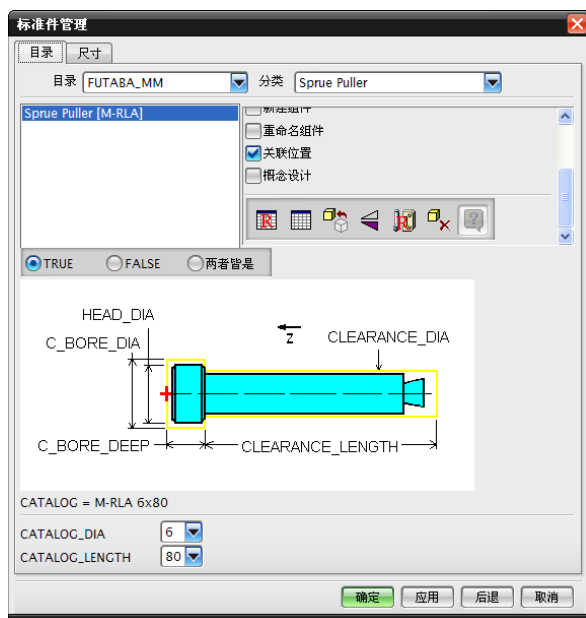
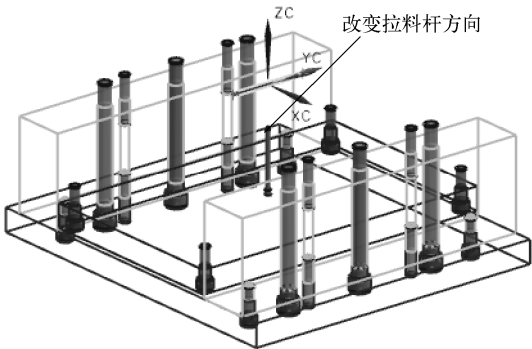
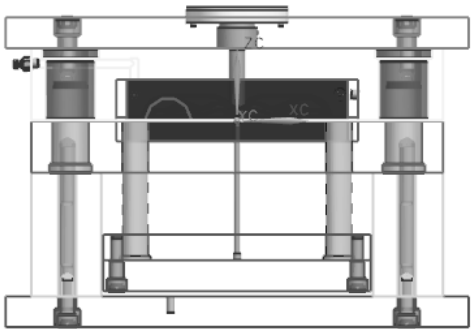

图 10-112 【标准件管理】对话框
图 10-116 改变拉料杆方向
图 10-117 调整拉料杆长度
(1) 在注塑模设计模块工具栏中单击【标准部件库】图标, 弹出如图 10-112 所示的【标准件管理】对话框。
(2) 在图 10-112 所示的【标准件管理】对话框的【目录】下拉列表中选择【FUTABA_MM】选项，分类列表中选择【Sprue Puller】选项，显示栏中选择【Sprue Puller (M-RLA)】选项，在该对话框下部设置拉料杆直径为 6。
(3) 在图 10-112 所示的【标准件管理】对话框中,单击【应用】按钮,打开如图 10-113 所示的【选择一个面】对话框。
(4) 选择推板的上表面作为放置标准件的平面,如果选不到的话,可先将推杆固定板隐藏。
(5) 选择推板上表面后,弹出【点构造器】对话框,选择推板的中心点,在【点构造器】对话框中单击【确定】按钮,调入拉料杆,同时弹出如图 10-114 所示的【位置】对话框,此处无须修改位置,在对话框中单击【确定】按钮,调入拉料杆,如图 10-115 所示。同时系统返回到如图 10-112 所示的【标准件管理】对话框。
(6) 观察图 10-115 中所示的拉料杆,发现安装方向反了,在图 10-112 所示的【标准件管理】对话框中单击反转方向按钮,改变拉料杆方向,如图 10-116 所示。
(7) 在图 10-112 所示的【标准件管理】对话框的尺寸选项卡中,调整拉料杆长度为133mm,如图 10-117 所示。